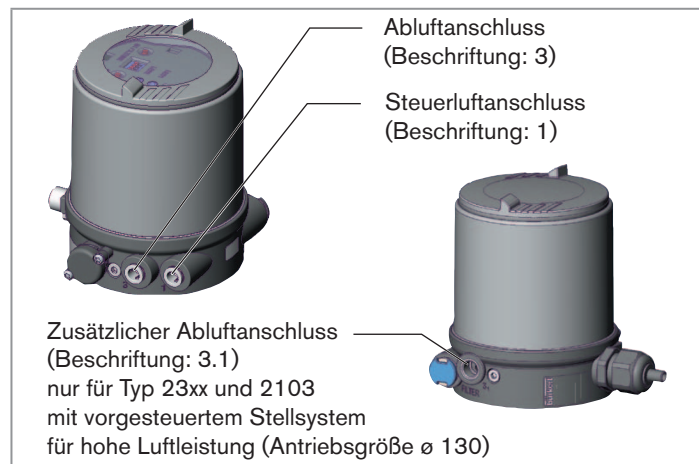

Bild 8: Pneumatischer Anschluss
- Das Steuermedium an den Steuerluftanschluss (1) anschließen (3 ... 7 bar; Instrumentenluft, öl-, wasser- und staubfrei).
- Die Abluftleitung oder einen Schalldämpfer an den Abluftanschluss (3) und wenn vorhanden an den Abluftanschluss (3.1) montieren (siehe „Bild 8“).